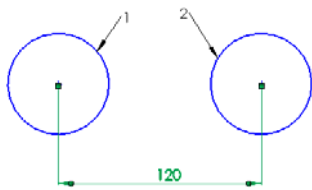

图 3-8 两圆弧之间的线性尺寸
标注直线段长度的方法比较简单,在标注模式下,直接用鼠标单击直线段,然后拖动鼠标即可,在此不再赘述。下面以标注图 3-8 所示两圆弧之间的距离为例,说明线性尺寸的标注方法。
❷ 设置标注实体。单击图 3-8 中的圆弧 1 上的任意位置，单击圆弧 2 上的任意位置，此时视图中出现标注的尺寸。